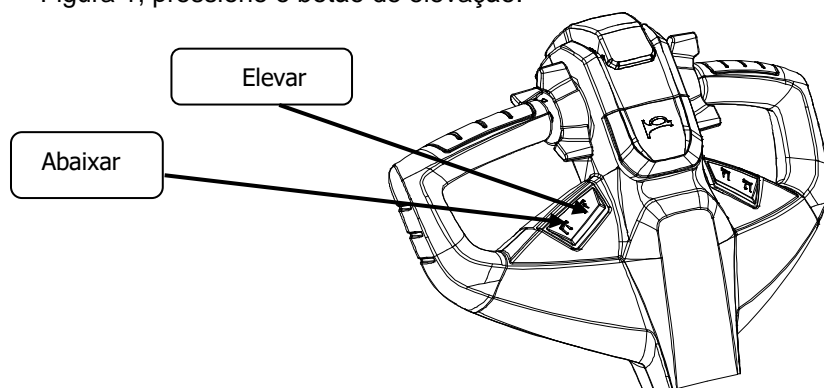

Fig. 06
- Fig. 06, para abaixar o garfo pressione o botão de descida.